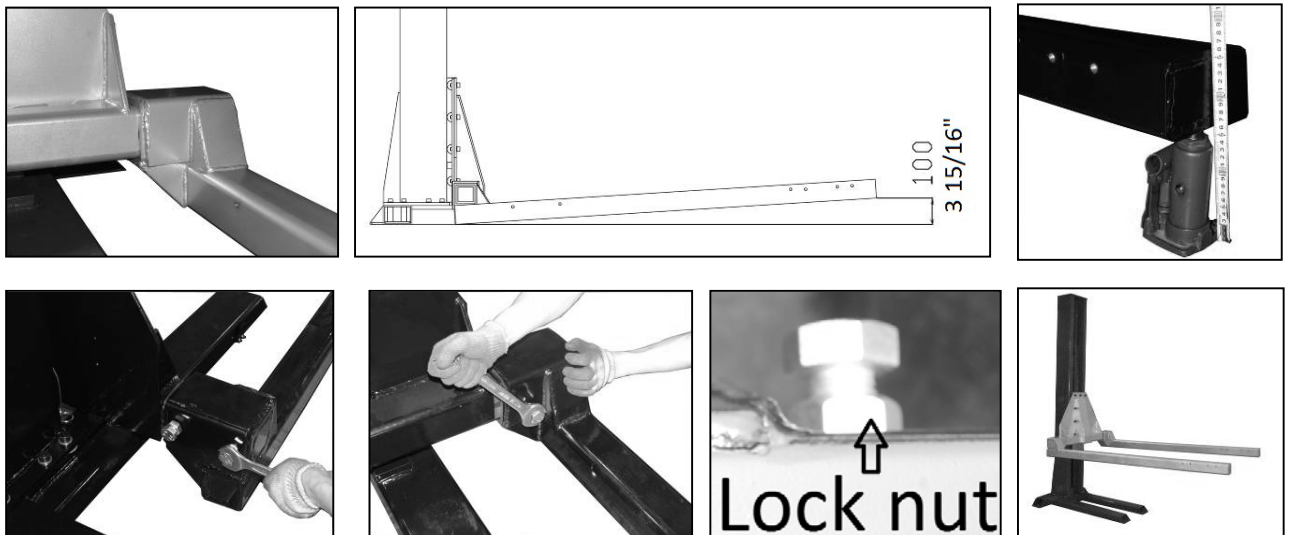

Figura : 9-A, B, C, D, E, F, G Montaje del soporte
- 10) A continuación, coloque los dos estabilizadores en el carro elevador (fig. 9-A). Para que las plataformas queden horizontales al aparcar los coches sobre ellas, debe realizar el siguiente preajuste de los brazos:
En primer lugar, levante los extremos traseros de los brazos hasta aprox. 100 mm con un gato de carretilla (fig. 9-B, C). A continuación, apriete los dos tornillos de la parte trasera y el tornillo delantero (fig. 9-D y E). A continuación, apriete la contratuerca en la posición correcta.